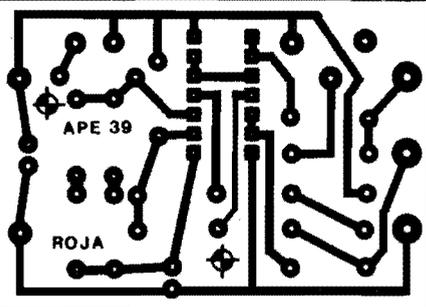

Fig.2
- FIG. 2 - LAY OUT DO CIRCUITO IMPRESSO ESPECÍFICO - Como a quantidade de peças é reduzida, o próprio arranjo de ilhas e pistas apresenta suficiente "descomplicação" e baixo "congestionamento" para que sua realização fique ao alcance mesmo do Hobbysta ainda sem muita prática... Recomendam-se - certamente - os eternos cuidados, exaustivamente descritos em APE, para a traçagem, corrosão, limpeza, furação e verificação final do Impresso, tudo isso antes de começar as soldagens... Uma leitura atenta às INSTRUÇÕES GERAIS PARA AS MONTAGENS ajudará muito aos recém-Hobbystas... Lembrar sempre que, mesmo partindo de componentes corretos e perfeitos, polaridades certas, soldagens perfeitas, etc., um circuito NÃO FUNCIONARÁ se o seu substrato, a placa de Impresso, tiver uma merdinha de um defeitinho (lapso ou "curto" nos caminhos cobreados), quase invisível a olho nú...
nar corretamente as peças para soldagem... Alguma duvidazinha que "sobrar" poderá ser sanada a partir de uma leitura ao TABELÃO APE, sempre encartado nas primeiras páginas da Revista, lá junto às INSTRUÇÕES GERAIS (também permanentes...). Como sempre, enfatizamos que os maiores cuidados devem ser dispensados à colocação dos componentes polarizados (Integrado, diodos, capacitores eletrolíticos), mas também a relação valor/posição das demais peças tem grande importância (se dois resistores - por exemplo - um de 10K e um de 10M tiverem suas posições trocadas, o circuito não funcionará...). Um lembrete: os terminais do trim-pot vertical são mais grossos do que a média das "pernas" das demais peças, necessitando assim de uma furação de maior calibre, na placa, para a devida inserção (observem, na fig. 2, que as "ilhas" destinadas aos pinos do dito trim-pot são mais "taludas", justamente para permitir furações de maior parâmetro). Algumas ilhas periféricas (junto